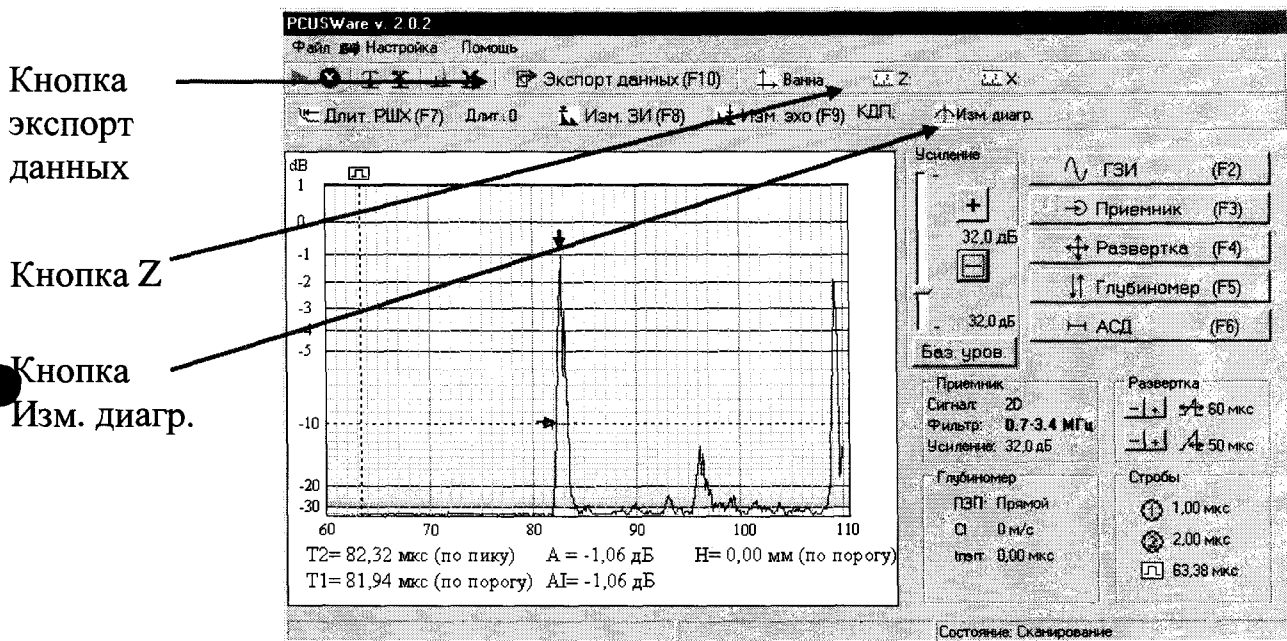

Рисунок 13 – Вид окна при измерении диаграммы направленности
3) установить ПЭП таким образом, чтобы ось преобразователя совпадала с осью сферического отражателя, обнулить координату поперечного перемещения, нажатием кнопки «Z» см. рисунок 13;